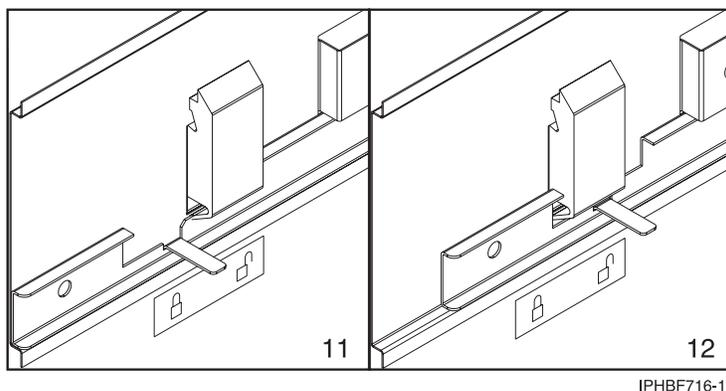

Figure 30. Fixation de l'autocollant verrouillé/déverrouillé sur le panneau.
- e. Placez un autocollant Verrouillé/Déverrouillé sur la partie intérieure du panneau afin que le taquet se trouve sur le symbole Verrouillé lorsque la glissière est en position de verrouillage 11 (voir figure 30, à la page 42) et sur le symbole Déverrouillé, 12, lorsque la glissière est déverrouillée.